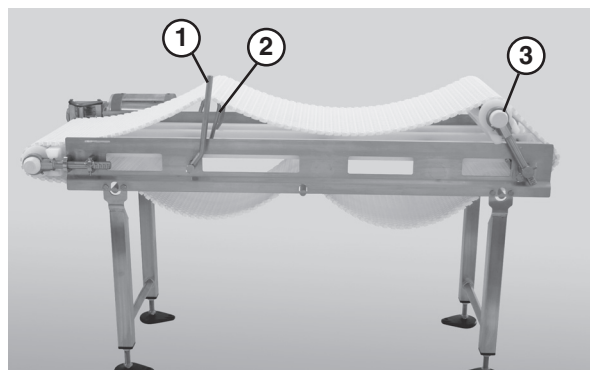

Figura 26
2. Utilice la manivela del elevador (Figura 26, ítem 1) para subir los elevadores (Figura 26, ítem 2) si dispone de ellos, y suba la cola inclinable (Figura 26, ítem 3).